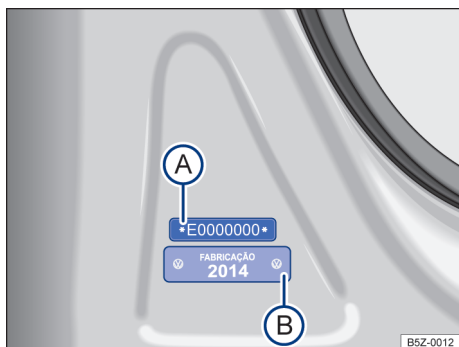

Fig. 168 Na coluna da porta dianteira direita: etiqueta com o número de identificação do veículo parcial **A** e etiqueta de identificação do ano de fabricação **B**.
As etiquetas com o número de identificação do veículo parcial estão localizadas na coluna da porta dianteira direita → Fig. 168 **A**, na coluna da suspensão esquerda e na travessa do assoalho dianteiro do banco do condutor. Estas etiquetas são destruídas ao serem removidas.
A etiqueta com o número de identificação do ano de fabricação está localizada na coluna da porta dianteira direita → Fig. 168 (B). Esta etiqueta é destruída ao ser removida.